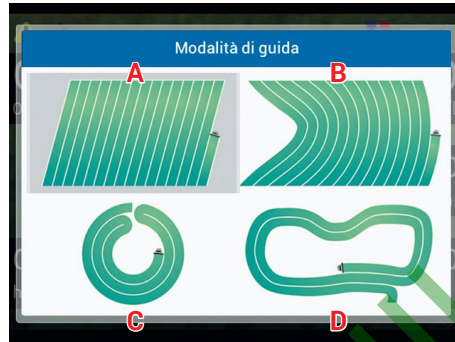

Fig. 382
- 3 Wybrać tryb jazdy (Fig. 382): nacisnąć **F4** i **F6** w celu przemieszczania się między dostępnymi pozycjami.